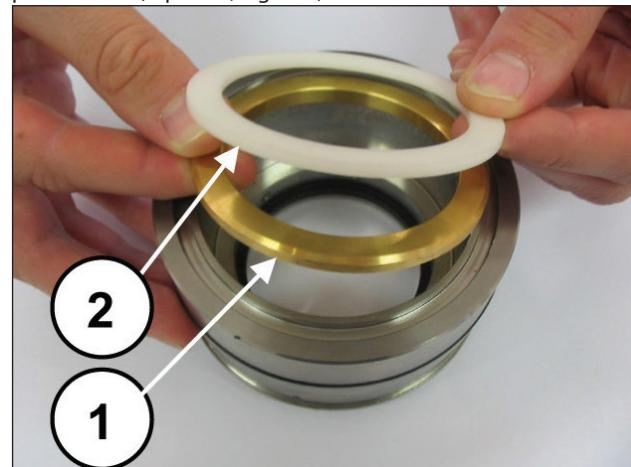
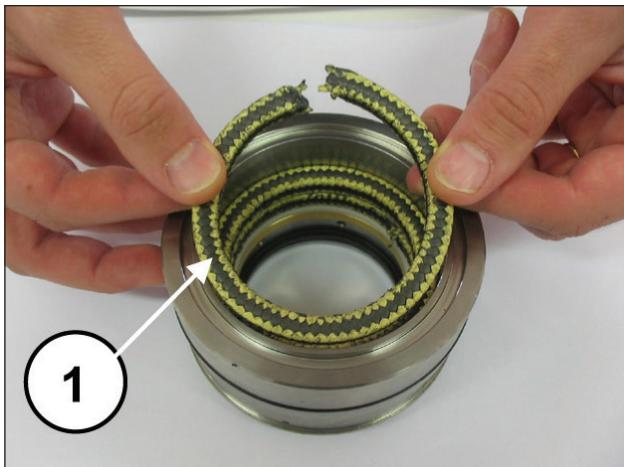
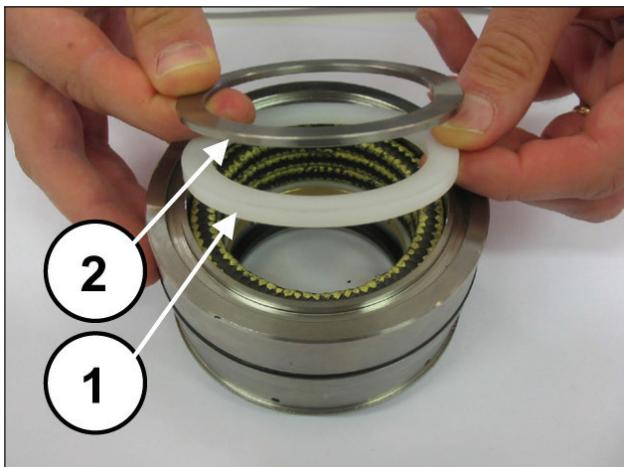

Fig. 170
Fig. 171
Fig. 172
Monter la rondelle d'appui et la bague anti-extrusion (rep. ①②, Fig. 170), les trois segments en ayant soin de les tiercer à 120° (rep. ①, Fig. 171), le segment racleur et l'anneau pour ressort (rep. ①②, Fig. 172).